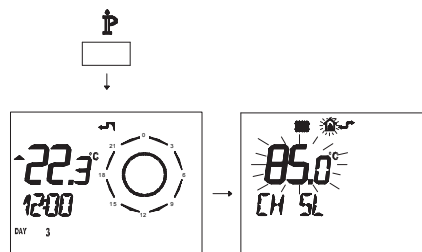

Figura 5.60
- Premere per più di 3 secondi il pulsante **IP** para per entrare in modalità **INFO** (Figura 5.60).